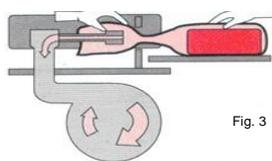

Fig. 3
- Posizionare il sacco con il prodotto sul vassoio della macchina e la parte aperta del sacco viene posta sull'ugello (Fig. 3)